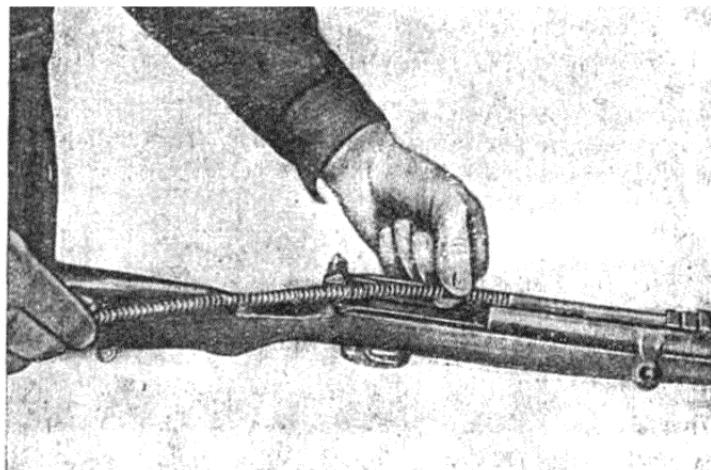

Рис. 67. Вставление возвратной пружины в стебель затвора.
8. Вставить возвратную пружину со стержнем и втулкой пружины в стебель затвора, поджать пружину так, чтобы она без затруднений поместилась между дном гнезда в стебле затвора и задней частью коробки (рис. 67).